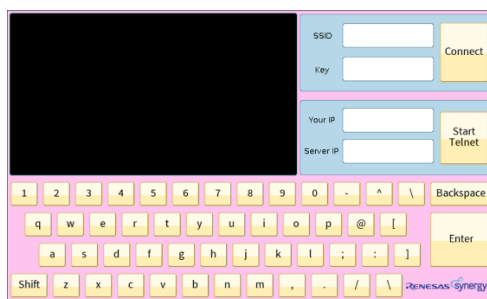

図 2-2 初期画面
1. 電源投入後、LCD に図 2-2 の画面を表示し、SSID と対応するセキュリティキー (Key) の入力を待つ。